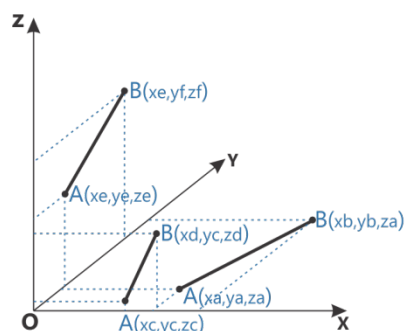

Figura 2.2 Mișcare liniară interpolată pe două axe (în plan)
- mișcare liniară interpolată pe două axe (mișcare într-un plan) (vezi figura 2.2);